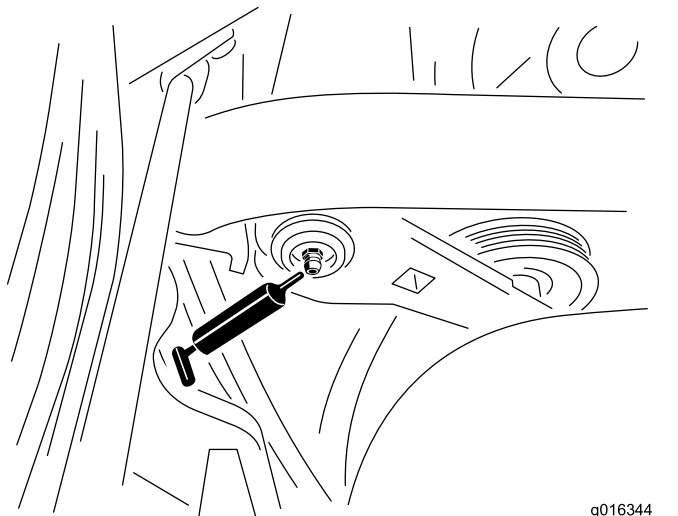

Figura 43
1. Pulite i raccordi di ingrassaggio in modo da evitare che corpi estranei possano entrare nel cuscinetto o nella boccola (Figura 43).